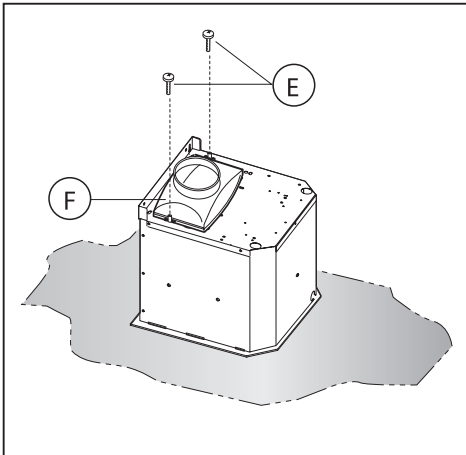

Fig.7
-Nel caso in cui il vostro prodotto è fornito di una flangia di raccordo, prima di fissare la cappa alla struttura, eseguire il montaggio indicato in Fig.7. Prendere la flangia di raccordo **F** e montarla nella parte superiore del gruppo di aspirazione della cappa con le 2 viti **E** (Fig.7).